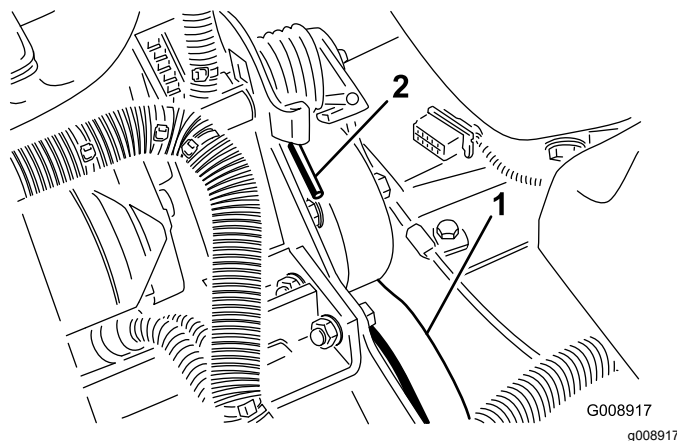

Figura 76
2. Empuje hacia adelante y hacia abajo sobre el extremo del muelle (Figura 76) para desengancharlo del soporte y liberar la tensión.